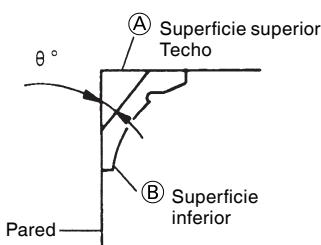
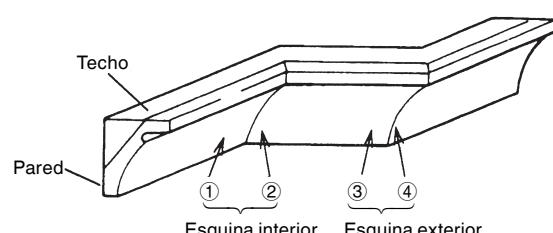

Fig. 33
Fig. 34
En la Fig. 33 se muestran los tipos de moldura en vértice con ángulos de (θ) 38° y 45°.
Con respecto a las molduras en vértice típicas, consulte la Fig. 34.
(1) Ajuste para cortar molduras en vértice a los posiciones ① y ④ de la Fig. 34 (consulte la Fig. 36, incline la cabeza hacia la izquierda):
- ① Gire la mesa giratoria hacia la derecha y ajuste el ángulo de ingletes de la forma siguiente:
- ② Incline la cabeza hacia la izquierda y ajuste el ángulo de corte en bisel de la forma siguiente:
- ③ Coloque la moldura en el vértice de forma que la superficie superior (Ⓐ de la Fig. 33) entre en contacto con la escuadra de guía como se indica en la Fig. 38.
(2) Ajuste para cortar molduras en vértice a los posiciones ② y ③ de la Fig. 34 (consulte la Fig. 37, incline la cabeza hacia la izquierda):
- ③ Coloque la moldura en el vértice de forma que la superficie superior (Ⓑ de la Fig. 33) entre en contacto con la escuadra de guía como se indica en la Fig. 39.
(3) Ajuste para cortar molduras en vértice a los posiciones ① y ④ de la Fig. 34 (consulte la Fig. 40, incline la cabeza hacia la derecha):
- ③ Coloque la moldura en el vértice de forma que la superficie superior (Ⓐ de la Fig. 33) entre en contacto con la escuadra de guía como se indica en la Fig. 42.
(4) Ajuste para cortar molduras en vértice a los posiciones ② y ③ de la Fig. 34 (consulte la Fig. 41, incline la cabeza hacia la derecha):
- ③ Coloque la moldura en el vértice de forma que la superficie superior (Ⓑ de la Fig. 33) entre en contacto con la escuadra de guía como se indica en la Fig. 43.